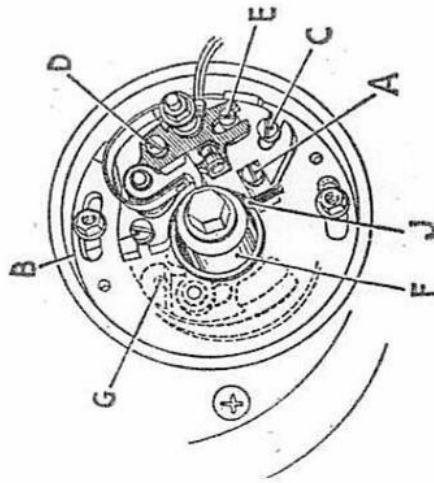

Fig. 13.
Rupteur (Fig. 13)
Chaque fois que l'on vérifie le jeu des contacts du rupteur, vérifier le mécanisme et s'assurer que les deux poids du régulateur puissent se déplacer librement (Fig. 13). (Avant de déposer la plaque du rupteur, tracer une ligne repère sur la plaque et son logement de façon à ce que la remise en place puisse être effectuée exactement dans la même position, car, autrement, le calage devra être revu.)
Si un réglage s'avère nécessaire, desserrer les deux vis (A) et (B) Fig. 13, qui fixent la plaque portant l'ensemble de rupteur, et régler la cheville excentrique (C) jusqu'à ce que les contacts s'ouvrent tout juste et que l'on obtienne la condition décrite ci-dessus. Resserrer les vis fermement.
Si le réglage de l'allumage n'est pas correct, desserrer les deux vis (A) et (B) Fig. 13, qui fixent la plaque portant l'ensemble de rupteur et régler la cheville excentrique (C) jusqu'à ce que les contacts s'ouvrent tout juste.